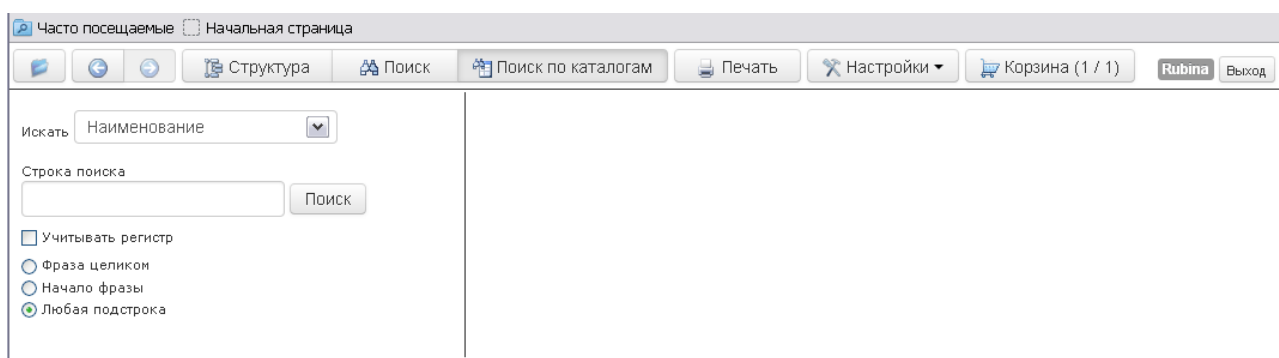

Рис. 31
1. На инструментальной панели нажмите на кнопку . После этого в левом окне появятся поля для ввода параметров поиска (Рис. 31).